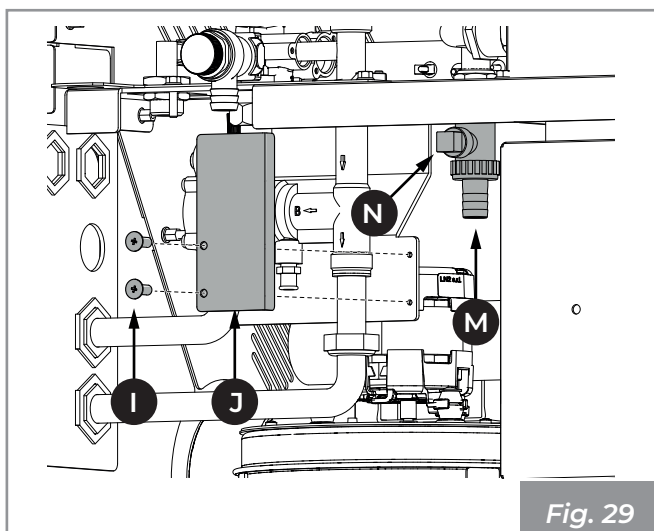

Fig. 29
- 1) Dévisser les vis (I) et retirer la protection (J) (Fig. 29).